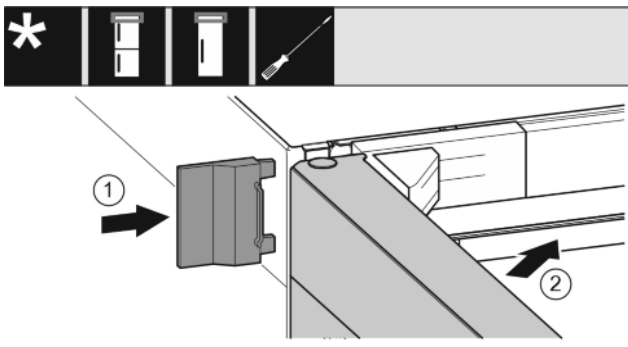

Fig. 29
- ▶ Äußere Abdeckung aufchieben. *Fig. 29 (1)*
- ▶ Obere Tür schließen. *Fig. 29 (2)*